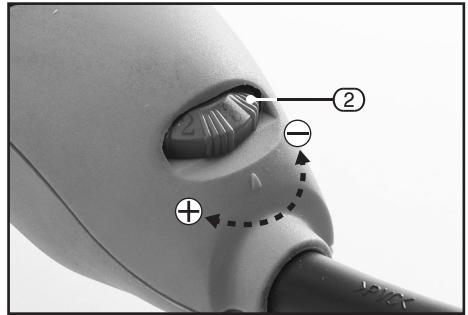

FIG.9
9.2 USING THE VARIABLE SPEED CONTROL – FIG.9